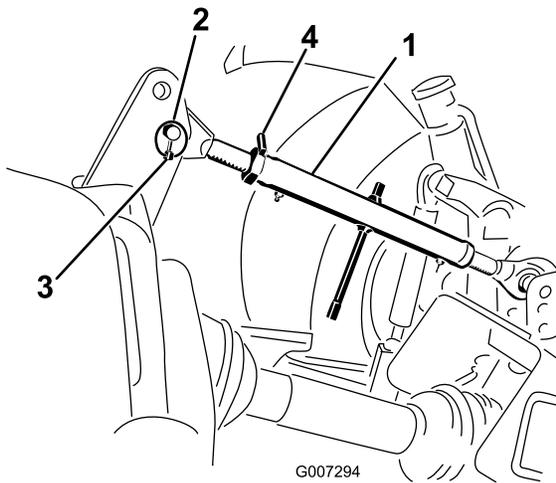

Figura 8
1. Collegate l'attacco superiore al foro inferiore nella staffa e fissatelo con il perno d'attacco e l'acciarino (Figura 8).
3. Ruotate l'attacco superiore per serrarlo. Regolate fino a quando la parte anteriore del telaio dell'arieggiatore non si trova a 90° dalla posizione orizzontale (Figura 8).